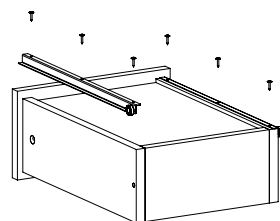

Рис.12
10. Закрепить ползки направляющих на ящик шурупами 3,5х16 (Рис. 12).